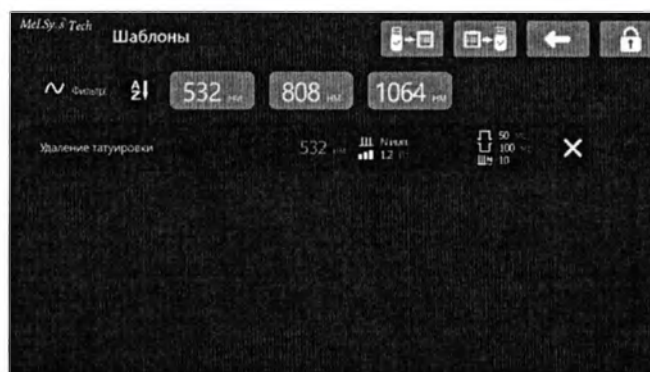

Рис. 3.70 – Список сохраненных шаблонов
3.9.5 Для того чтобы быстро загрузить сохраненный шаблон нажмите кнопку **Загрузить**. После нажатия кнопки появиться окно со списком сохраненных Вами шаблонов (рис. 3.70).